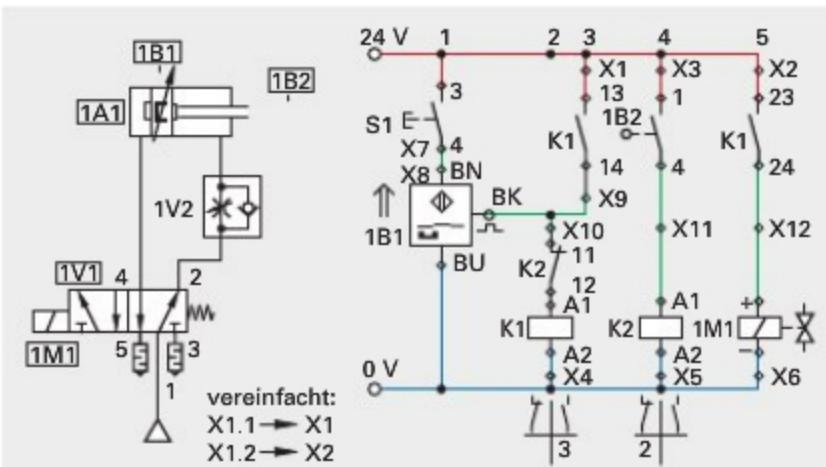

Bild 3: Steuerungsbeispiel E-Pneumatik
**Klemmenanschlussplan.** Die Belegung der einzelnen Klemmen dokumentiert man im Stromlaufplan und der Klemmenbelegungsliste (**Bild 4**). Von links im Stromlaufplan beginnend trägt man alle Bauteile, die am Pluspotenzial mit 24 V liegen, in die Belegungsliste ein und brückt die Nummern 1 bis 3. Genauso verfährt man mit dem Minuspotenzial. Danach werden alle Bauteile in den einzelnen Strompfaden 1 bis 5 auf die Klemmen gelegt, z.B. S1 auf Klemme Nr. 7 und 1B1 auf Klemme Nr. 8. Auch hier muss gebrückt werden. Im 2. Strompfad führt man K2 mit Anschluss 12 und K1 mit Anschluss A1 **nicht** auf die Leiste. Diese Verbindung wird direkt verdrahtet. Der Strompfad 5 schließt die Klemmenbelegungsliste ab. Danach werden die Klemmennummern X1 bis X12 in den Stromlaufplan eingetragen (**Bild 3**). Werden mehrere Klemmenleisten verwendet, so werden diese durchnummeriert. Bei Schaltplänen, die mittels Programmen erstellt werden, werden derartige Belegungslisten automatisch generiert.